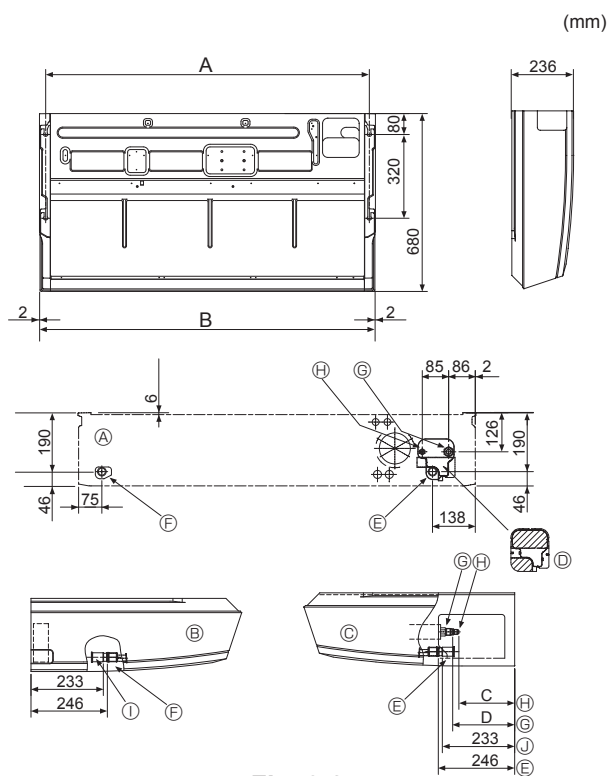

Fig. 3-2
①	Pakking	4 stuks
②	Pijpbekleding	1 stuk, grote maat (voor de gasleidingen)
③	Pijpbekleding	1 stuk, kleine maat (voor vloeistofleidingen)
④	Band	4 stuks
⑤	Sokverbinding	1 stuk, gemerkt met 'UNIT'
⑥	Mofbedekking	1 stuks
⑦	Afvoerleidingsbedekking	1 stuks
⑧	Flensmoer	1 stuks ø6,35 (Uitsluitend M60)
3.2. Voorbereidingen voor de montage (Fig. 3-2)